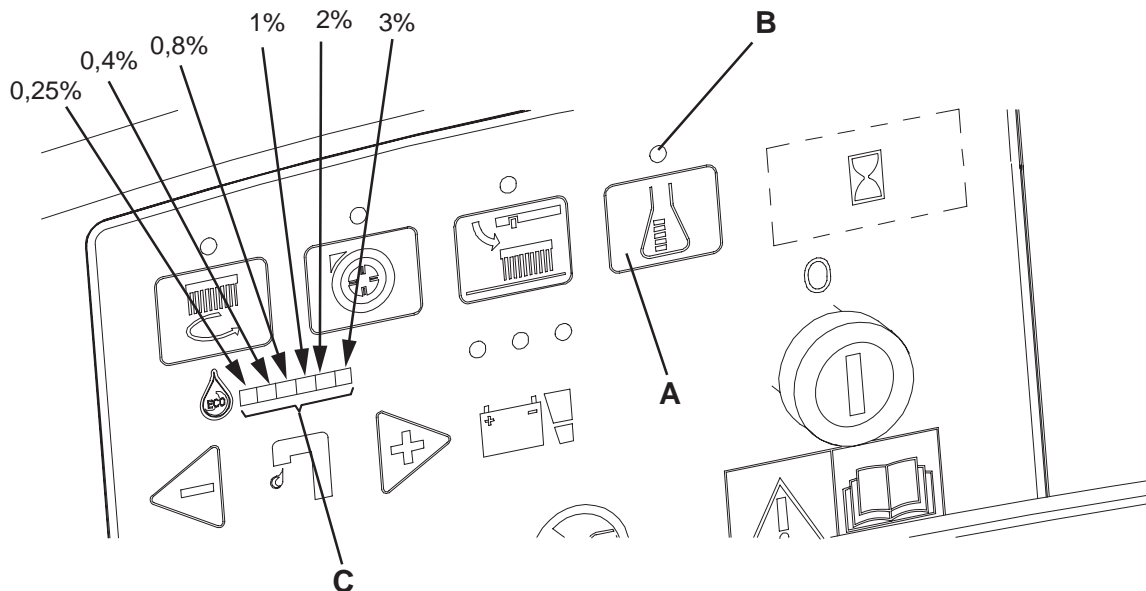

Abbildung 4
1. Den Schalter für die Flusseinstellung (A, Abb. 4) abschalten [die Kontrollleuchte (B) muss ausgeschaltet sein].
2. Den Schalter für die Flusseinstellung (A) gedrückt halten. Während den ersten 3 Aktivierungssekunden des Schalters, leuchtet der Balken (C) auf und deutet den Prozentsatz an, wie angegeben in der Abbildung.
3. Den Schalter für die Flusseinstellung (A, Abb. 4) abschalten [die Kontrollleuchte (B) muss ausgeschaltet sein].
4. Den Schalter für die Flusseinstellung (A) gedrückt halten bis die Kontrollleuchte (B) zu blinken anfängt.
5. Den Schalter (A) freigeben. Ihn kurz aufs Neue drücken um nach dem nachfolgenden Prozentsatz angegeben in dem Balken (C) zu gehen; die Bearbeitung bis zu der gewünschten Einstellung wiederholen.
6. Bis die Kontrollleuchte (B) nicht mehr blinkt und der Leuchtbalken (C) den Waschwasserfluss wieder angibt warten: Das neue Prozentwert ist eingestellt.